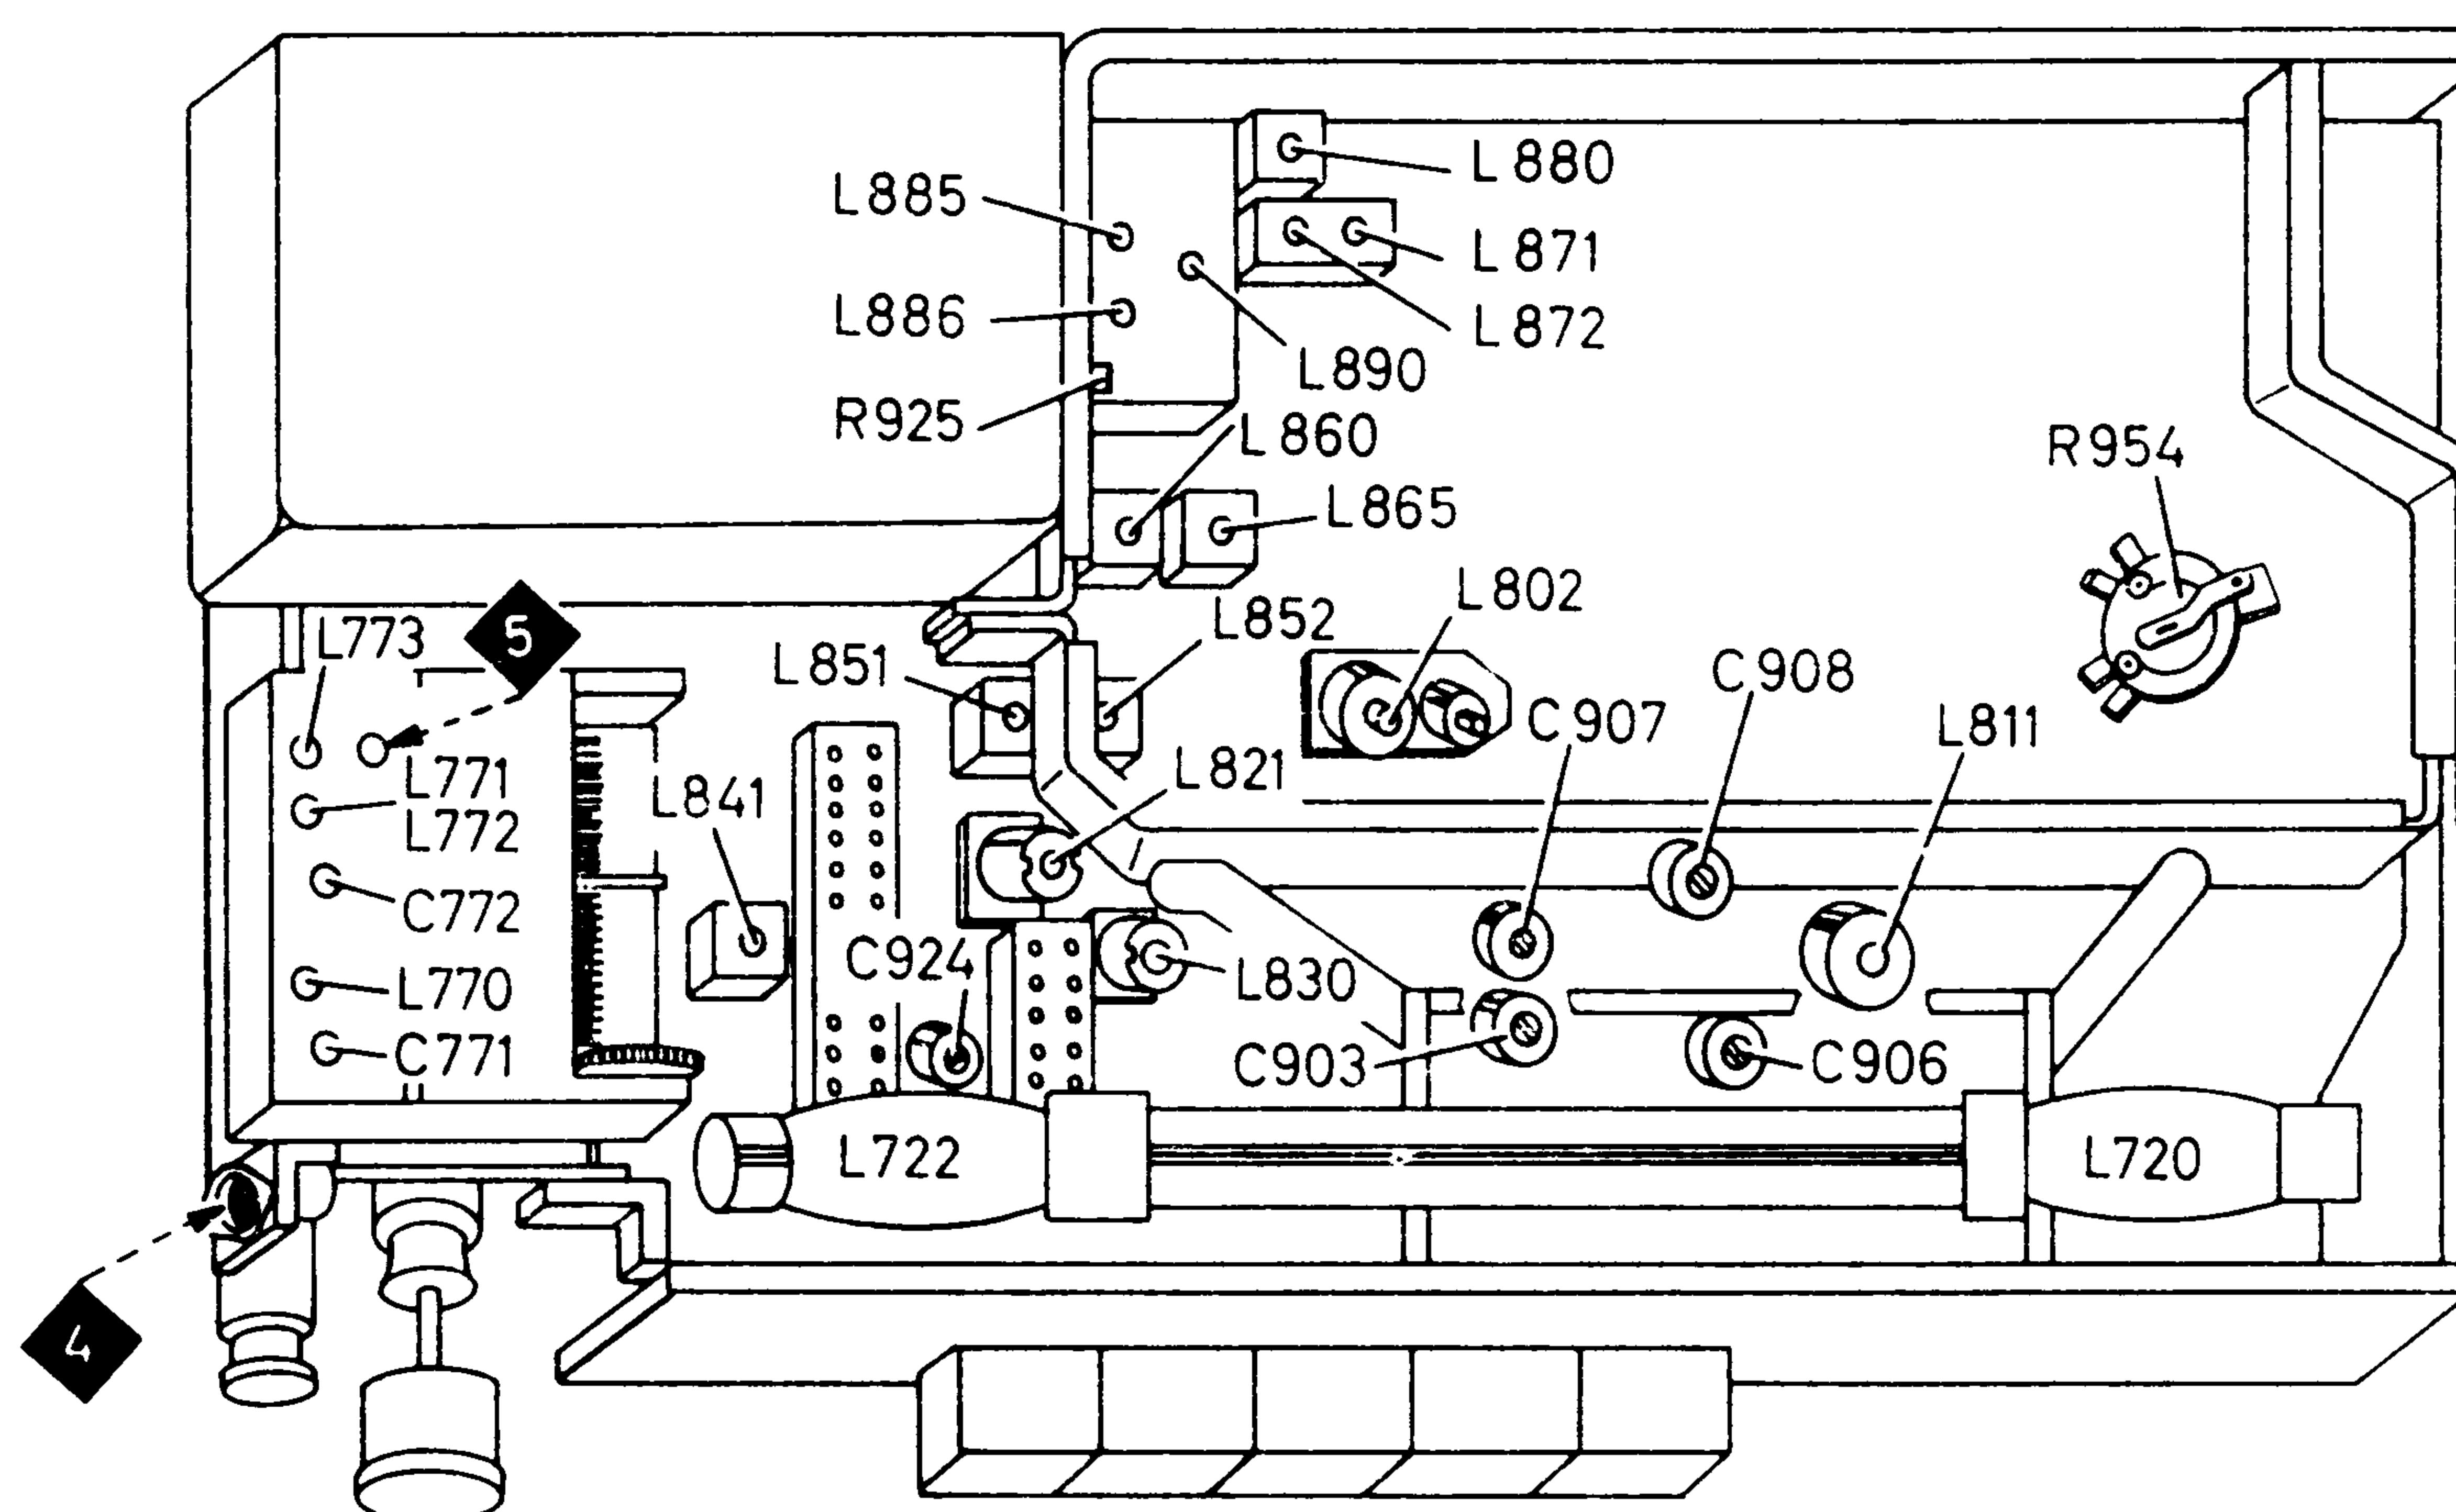

Fig. 8
3. Den Ruhestrom ca. 1 Minute nach dem Einschalten des Gerätes mit dem Einstellregler R 954 auf $6 \text{ mA} \pm 1,2 \text{ mA}$ bei einer Betriebsspannung von 9 V einstellen, Fig. 8.
3. Approx. 1 minute after switching on set, set zero signal current via adjuster R 954 to $6 \text{ mA} \pm 1.2 \text{ mA}$ at an operating voltage of 9 V, see fig. 8.
ab Antennenanschluß from antenna connection Fig. 8 <4>
Zwischenkreis Int. circ.	ab Antennenanschluß <4> from antenna connection Fig. 8 <4>
- 3) Ein AM-Signal, 400 Hz, 30 % moduliert, soll eine Ratiospannung von 1,4 V erzeugen. Dann mit R 925 ein Spannungsminimum am Outputmeter einstellen, Fig. 8.
- 3) An AM signal, 400 cs, 30 % modulated, must produce a ratio voltage of 1.4 V. Adjust a voltage minimum at the outputmeter by means of R 925, see fig. 8.